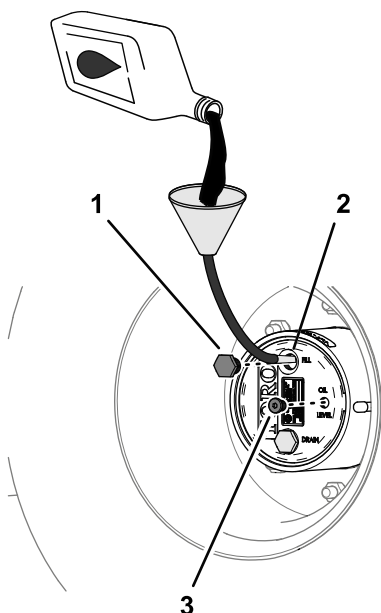

Figure 89
4. Si le niveau d'huile est trop bas, enlevez le bouchon de remplissage et ajoutez l'huile spécifiée jusqu'à ce qu'elle ressorte par le trou du bouchon de contrôle (Figure 89); voir Spécifications de l'huile du train planétaire \(page 72\).
6. Remettez en place les bouchons de remplissage et de contrôle (**Figure 89**).
- Versez lentement le lubrifiant pour engrenages spécifié par l'orifice du bouchon de remplissage; voir Figure 89 sous Contrôle du niveau de lubrifiant du train planétaire \(page 72\).
- Remettez en place les bouchons de remplissage et de contrôle; voir Figure 89 sous Contrôle du niveau de lubrifiant du train planétaire \(page 72\).